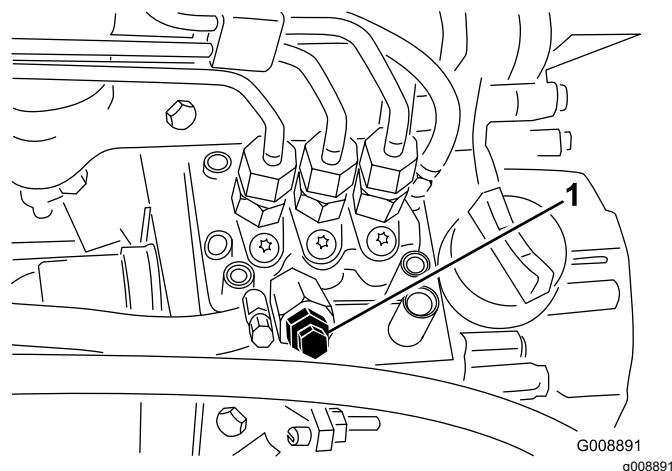

Figura 46
4. Aprite la vite di spurgo dell'aria, situata sulla pompa di iniezione del carburante (Figura 46).